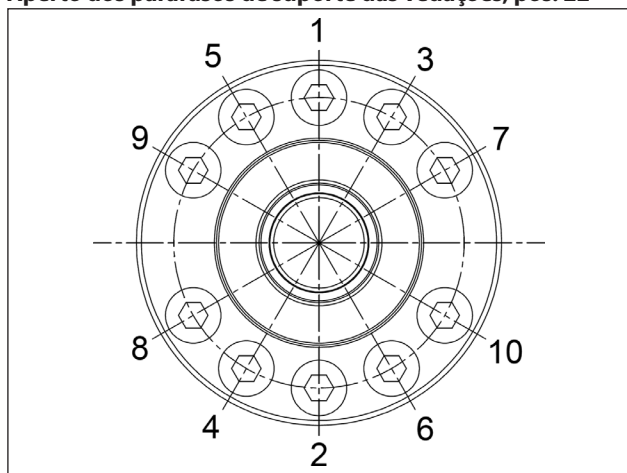

Fig. 130
** Os parafusos de fixação dos suportes devem ser apertados, respeitando as fases e a ordem relacionada no esquema da Fig. 130.